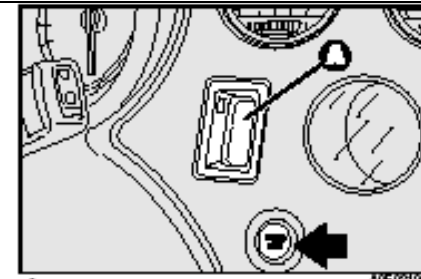

Рис. 14
- Считывающего устройства **A**- **рис.14** замка зажигания (расположенного сбоку от руля);